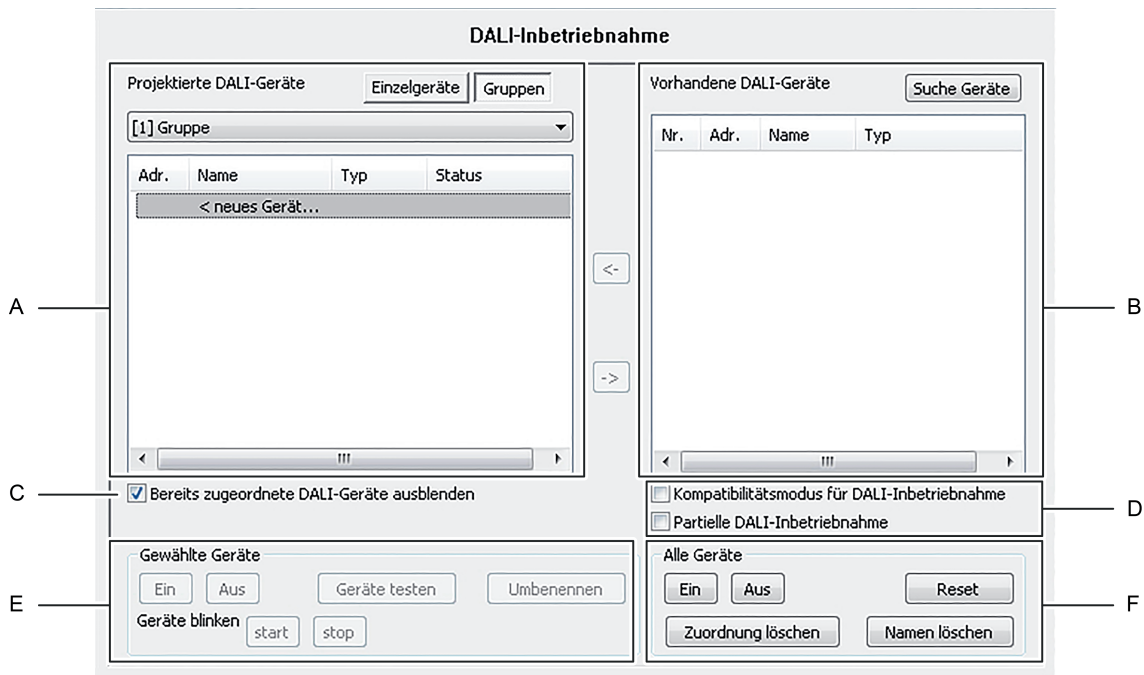

Bild 63: Fensterbereiche der Inbetriebnahme-Umgebung
Die Inbetriebnahmeumgebung des Plug-Ins unterteilt sich in zwei Fensterbereiche. Im rechten Fensterbereich werden die im DALI-System gefundenen Betriebsgeräte aufgelistet. Im linken Fensterbereich werden die angelegten Gruppen angezeigt. Dort erfolgt auch die Zuordnung der DALI-Geräte zu den projektierten Gruppen oder Einzelgeräten (Bild 63).
Es ist für Sonderfälle möglich, Betriebsgeräte bei Gruppensteuerung auf mehr als nur eine DALI-Gruppe zuzuordnen. Im Standardfall ist die Zuordnung eines DALI-Betriebsgeräts in nur eine Gruppe möglich. Dadurch wird die Gerätezuordnung übersichtlich und es kommt durch die eindeutige Zuweisung nicht zu Gruppenüberlappungen und folglich auch nicht zur Beeinflussung von Konfigurations- und Rückmeldewerten. Bei Bedarf kann als Alternative die Mehrfachgruppenzuweisung freigegeben werden. Dazu muss das Kontrollfeld "Bereits zugeordnete DALI-Geräte ausblenden" (C) im Inbetriebnahme-Dialog des Plug-Ins abgewählt werden (Bild 63). Hierdurch ist es dann möglich, DALI-Betriebsgeräte im Zuge der Online-Inbetriebnahme mehr als nur einer Gruppe zuzuordnen.